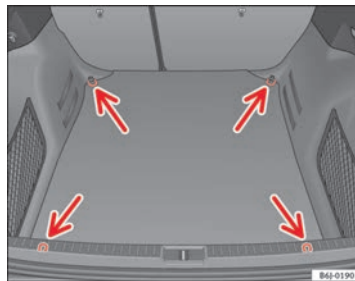

Abb. 94 Anordnung der Verzurrösen im Gepäckraum
- Sichern Sie das Ladegut an den Verzurrösen ⇒ Abb. 94 -Pfeile-.